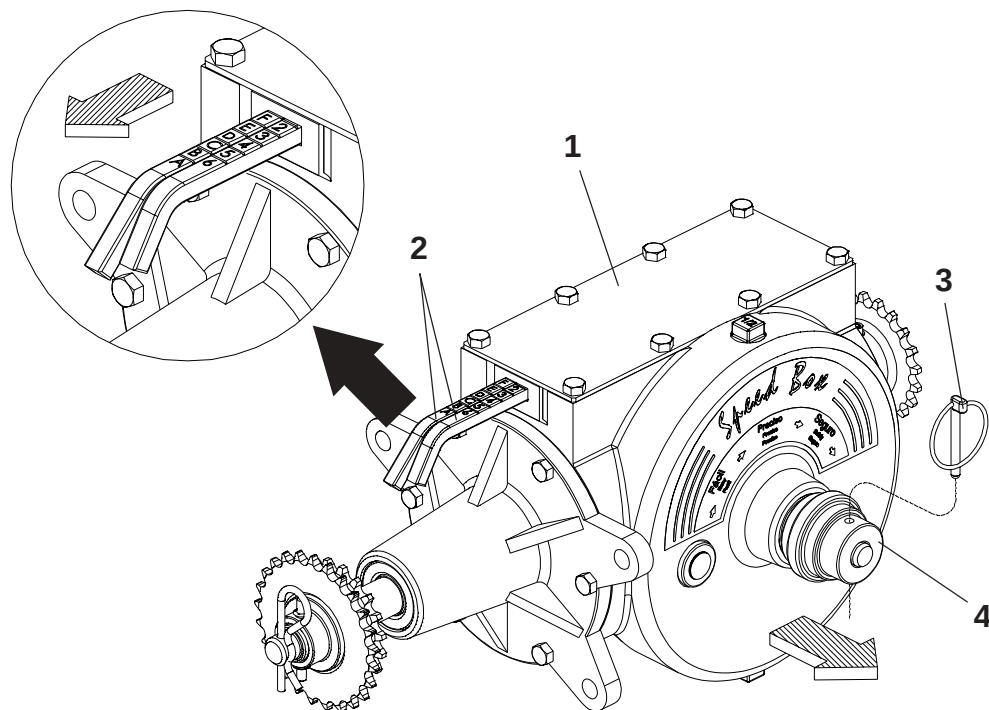

FIGURA 60
CAIXA DE VELOCIDADES SPEED BOX (FIGURA 60) SPA MEGA FLEX 4000 / 4500 / 5000 / 5500
- As semeadoras são equipadas com o sistema de caixa de velocidades (**Speed Box**) (1), que aciona o sistema de distribuição com regulagens simples, garantindo troca de rotações rápidas. Para fazer a regulagem de sementes proceda da seguinte forma:
1 - Selecione a quantidade desejada nas tabelas e verifique a combinação correspondente nas alavancas (2). **Exemplo:** Posição **F2** na tabela, indica que a alavanca com letras deve estar na posição “**F**” e a alavanca com números deve estar na posição “**2**”, **conforme mostra a figura 60.**